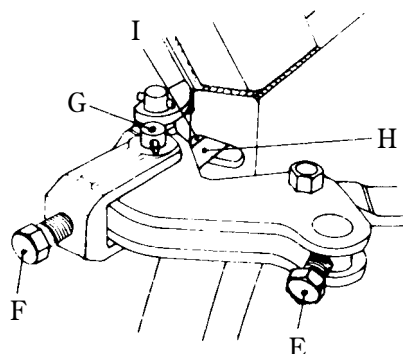
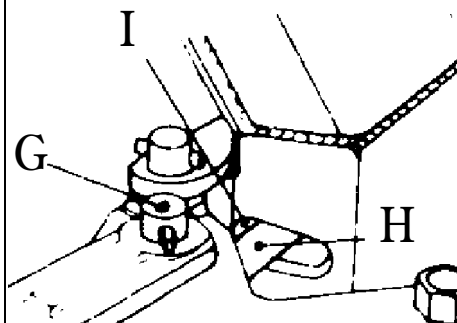
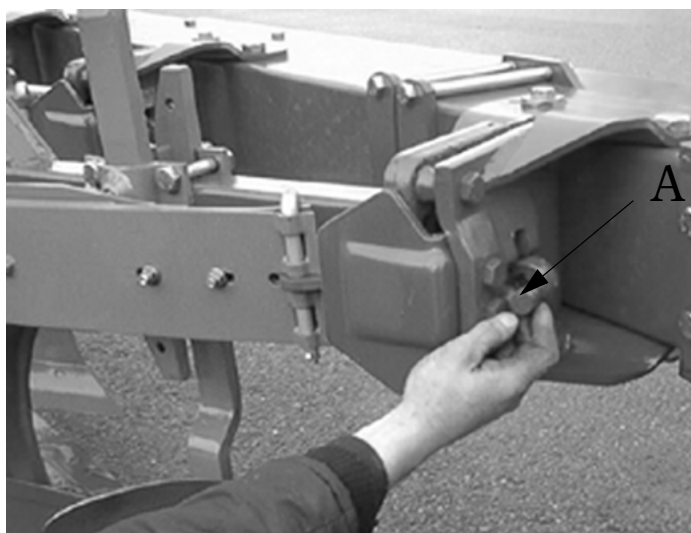

рис. 15
рис. 16
рис. 17
- -давление рессоры ликвидировать тем, что освободить винты (E) и (F)-рис. 15.
Выступ пружинной штанги (H) - рис. 16-продвинуть вперед с тем, чтобы можно было вытащить штырь (A) - рис. 17. Весь грядиль после этого является свободным и его можно удалить с рамы плуга.
Для натяжения рессоры надо использовать винты (E) и (F). Винт (E) следует ввернуть наполовину. Затем винт (F) ввернуть так, чтобы расстояние (I) между тяговой штангой и внутренней стороной цапфы (рис. 16) составило 1-2 мм. Наконец установить болт (E) - рис. 15,-когда расстояние между (J) и (K) - рис. 18- составит 70 см. Это расстояние маркируется на стороне длинного натяжного ключа (рис. 19).